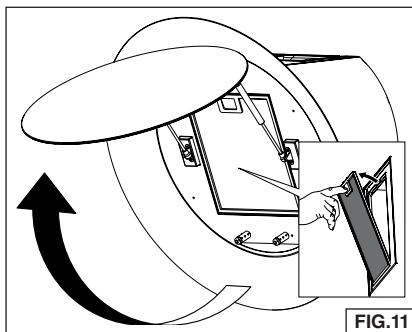

FIG.11
5. Soulevez le panneau avant en verre et enlevez le filtre à graisses. Fig. 11.